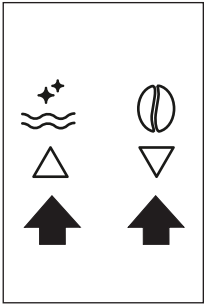

Fig. 9
- ▶ Per impostare la lingua, utilizzare le icone Δ ∇ (B7 e B8) fino a selezionare quella desiderata (Fig. 9). Quando il display visualizza il messaggio: "PREMERE OK PER INSTALLARE ITALIANO",